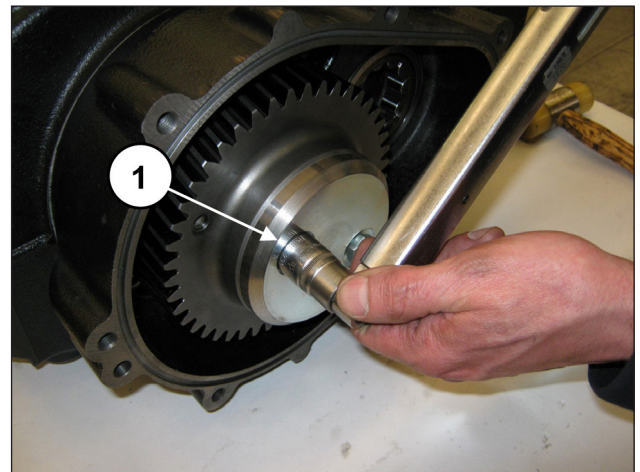

Fig. 77
Serrer les vis à l'aide d'une clé dynamométrique, en suivant les explications du chapitre 3 (rep. ①, Fig. 77).